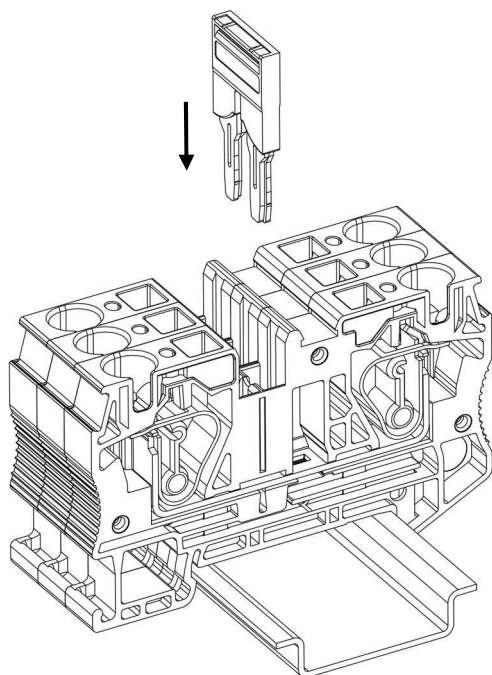
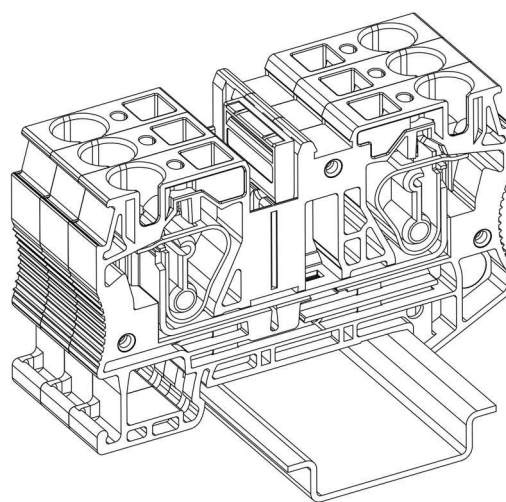

Рисунок 17 - установка перемычки в функциональное отверстие
Рисунок 18 - установленная перемычка
- Для объединения потенциалов смежных клемм соединительной перемычкой, вдавите её в функциональный паз клеммы до упора (рис. 17; рис. 18). **Необходимо** использовать перемычки, которые соответствуют габаритам клеммы.